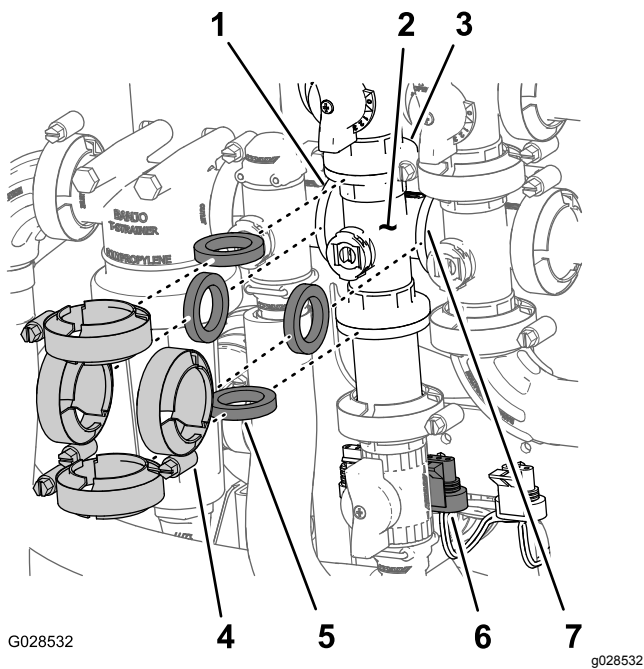

Bild 90
- Entfernen Sie die Klemmen und Dichtungen, mit denen der Verteiler für das Rührwerkventil (Bild 90) am Rührwerksicherheitsventil, Dosierungsregelventil, Hauptauslegerventil und am Adapteranschlussstück (Rührwerkdrösselventil) befestigt ist.